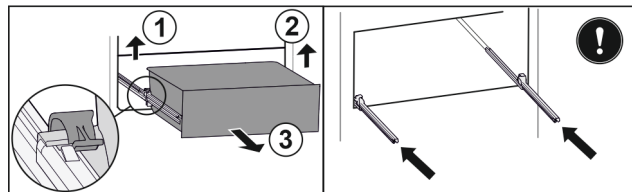

Fig. 113
- Ridicați clema din stânga și trageți concomitent sertarul din stânga spre înainte. Fig. 113 (1)
- Ridicați clema din dreapta și trageți concomitent sertarul din dreapta spre înainte. Fig. 113 (2)
- Extrageți sertarul spre înainte. Fig. 113 (3)